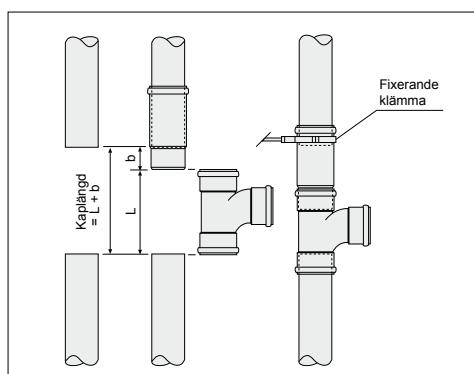

Bild 25: Förgrening med hjälp av förgreningsrör med muff och anslutnings-/expansionsrör
4. Rörets trycks ända in till muffens installationsmärke. Förgreningar från ett befintligt Uponor-inomhusavlopp görs enkelt med hjälp av expansionsrör, bild 25 och 26. Beakta rör-systemets värmeutvidgning när förgreningar och anslutningar görs. Expansionsröret ska fixeras på rätt plats med en fixerande klammer som fungerar som fixpunkt.